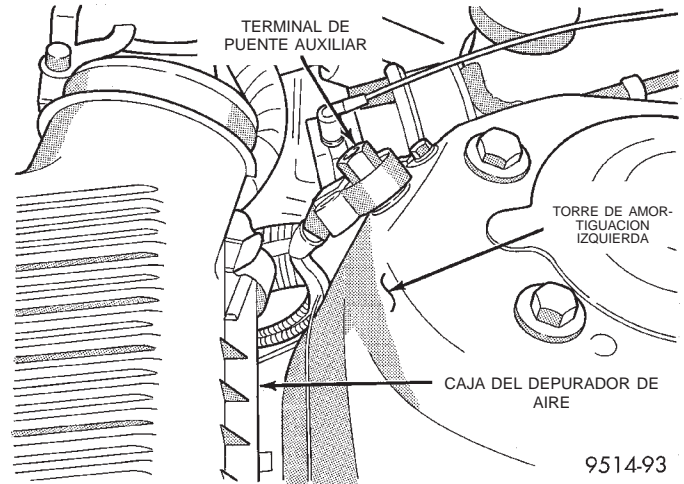

Fig. 9 Cable de la batería
- (1) Descargue la presión de combustible. Consulte el Procedimiento de descarga de presión del sistema de combustible en la sección Distribución de combustible.
- (2) Desconecte el cable de la batería (Fig. 9).